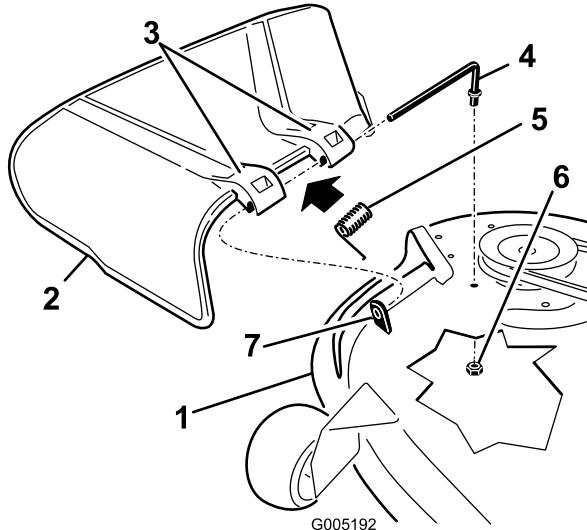

Figura 71
- Localice los elementos mostrados en la Figura 71.
- Retire la tuerca (9,5 mm) de la varilla (debajo del cortacésped) (Figura 71).
- Retire la varilla del espaciador corto, del muelle y del deflector de hierba (Figura 71). Retire el deflector de hierba dañado o desgastado.
- Vuelva a colocar el deflector de hierba (Figura 71).
- Coloque el muelle sobre la varilla, con los extremos de los alambres hacia abajo, y entre los soportes del deflector de hierba. Deslice la varilla por el segundo soporte del deflector de hierba (Figura 71).
- Introduzca la varilla, en la parte delantera del deflector de hierba, por el espaciador corto de la carcasa. Fije el extremo trasero de la varilla en el cortacésped con una tuerca (9,5 mm) (Figura 71).